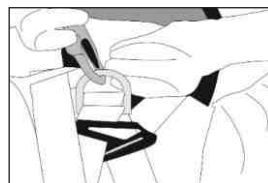

Fig. 7
- 2) Hægt konnektoren, der sidder for enden af faldsikringskablet, til faldsikringens forankringspunkt (i ryggen eller på brystet) på faldselen (fig. 7). Personen kan flytte sig.